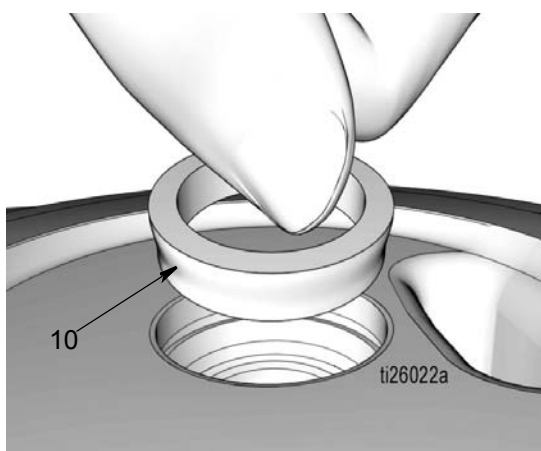

FIG. 38
- i. Mettre l'entretoise conique (10), petit diamètre vers le bas, comme montré sur la FIG. 38.